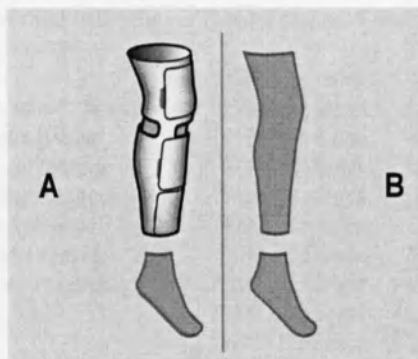

РИСУНОК 2
- Если только один порт контроллера подключен к компрессионной шине для осуществления компрессии одной конечности, выбранная пользователем (или установленная по умолчанию) конфигурация (нога или стопа) открытого порта будет игнорироваться и оба изображения, ноги и стопы, будут серыми, как в приведенном ниже примере (РИСУНОК 2).